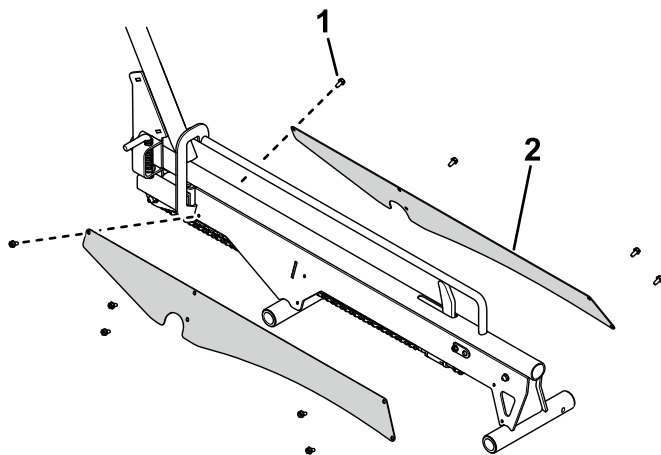

**Figura 7**
9. Utilizai o za de lan pentru a monta lanul la ansamblul platformei de încărcare (Figura 7).